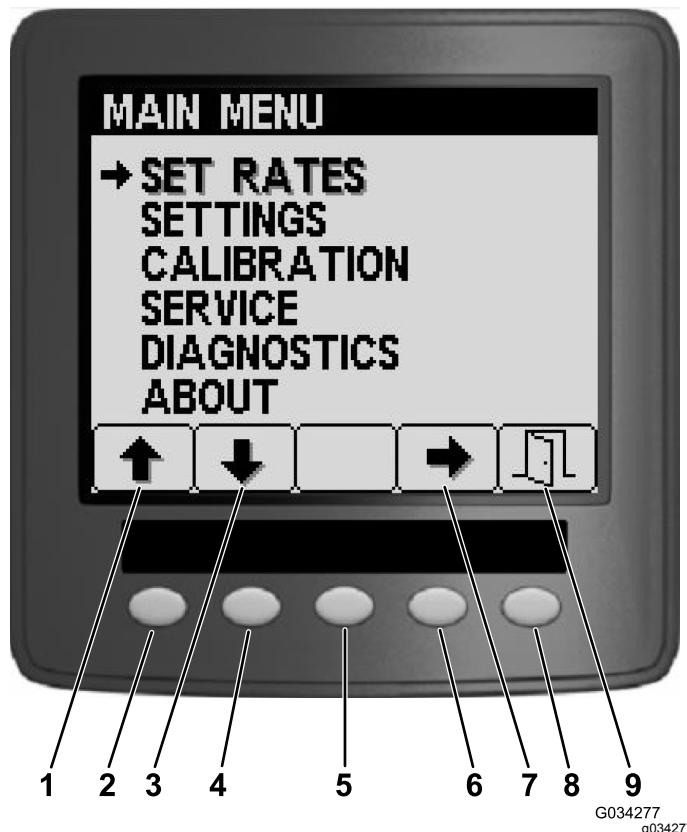
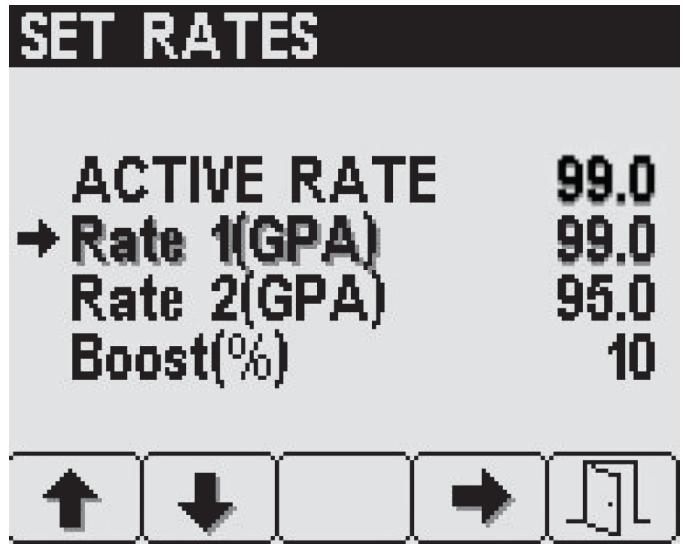

Figure 16
Figure 17
Dans l'écran Menu principal, vous pouvez accéder aux écrans Débits programmés, Réglages, Étalonnage, Entretien, Diagnostics et À propos (Figure 16).
Pour ouvrir l'écran Débits programmés, appuyez sur le bouton 2 dans l'écran Menu Principal (Figure 16) jusqu'à ce l'option Débits programmés soit atteinte, puis appuyez sur le bouton 4 pour sélectionner cette option (Figure 17).
1. Appuyez sur le bouton 1 ou 2 jusqu'à ce que le débit voulu ou le pourcentage de taux poussé soit atteint (Figure 17).
Pour ouvrir l'écran Réglages, appuyez sur le bouton 2 de l'écran Menu principal (Figure 16) jusqu'à ce que l'option Réglages soit atteinte, et appuyez sur le bouton 4 pour la sélectionner (Figure 19).